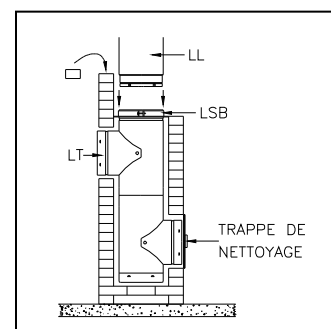

Fig. 3
- Déposer le té (LT) et la longueur assemblée sur la plaque de soutien (LSB), puis ajouter des longueurs (LL) simultanément à l'érection des pans de briques jusqu'à dépasser la cheminée de maçonnerie de 254 mm (10") (fig.3).